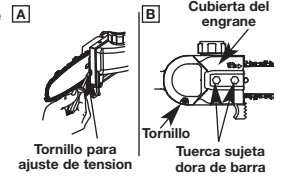
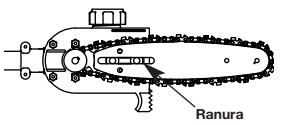

Fig. 8
Fig. 10
1. Valiéndose de un destornillador de ranura recta, gire el tornillo de ajuste de tensión en sentido antihorario (Fig. 8, B) tan lejos como llegue o hasta el final de su recorrido, después saque la cadena y retire la barra.
2. Usando un destornillador de cabeza plana, gire el tornillo de ajuste de tensión 4 vueltas hacia la izquierda (Fig. 8, A).
6. Ajuste el tornillo de ajuste de tensión (Fig. 8, A) para permitir la inserción de la barra (Fig. 10). Cerciórese de que la cadena sigue la ranura en la barra de guía y ajuste el tornillo de ajuste de tensión para apretar la cadena.
7. Instale la cubierta del piñón y apriete las tuercas y el tornillo para fijar la barra (Fig. 8, B).
1. Afloje las tuercas retenedoras de la barra de tal forma que estén apretadas a mano (Fig. 8, B).
2. Manteniendo la nariz de la barra hacia arriba, utilice el desarmador para girar el tornillo de ajuste de la barra guía a favor de las manecillas del reloj para apretar la cadena (Fig. 8, A). Girando el tornillo en contra de las manecillas del reloj afloja la cadena de la barra guía.